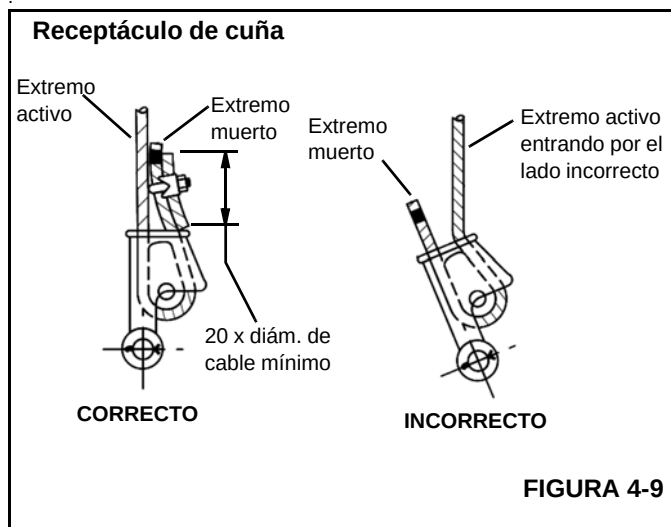

FIGURA 4-9
3. Verifique que el extremo activo (Figura 4-9) del cable quede directamente en línea con las orejetas del receptáculo y con la dirección de la tracción que se aplicará al cable. Si el cable se instala de modo incorrecto en el receptáculo, se producirá un doblez en el punto que el cable sale del receptáculo, y el borde del receptáculo desgastará el cable, causándole daños y la falla eventual del mismo.
4. Inserte el extremo del cable en el receptáculo, forme un lazo con el cable y devuelva el cable a través del receptáculo, permitiendo que el extremo muerto (Figura 4-9) sobresalga del receptáculo. Verifique que el extremo muerto del cable tenga un largo suficiente para aplicarle un dispositivo de terminación al extremo después de haber asentado la cuña.